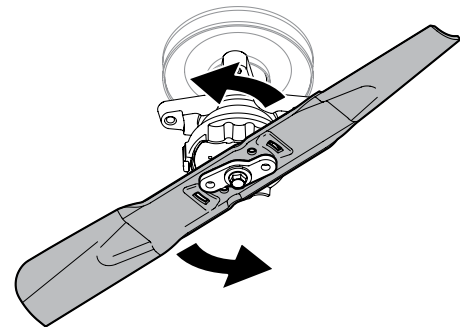

Figura 4-7
- Mientras sostiene el collar en la posición hacia arriba, gire la cuchilla en sentido antihorario para liberarla del collar. Ver Figura 4-7.